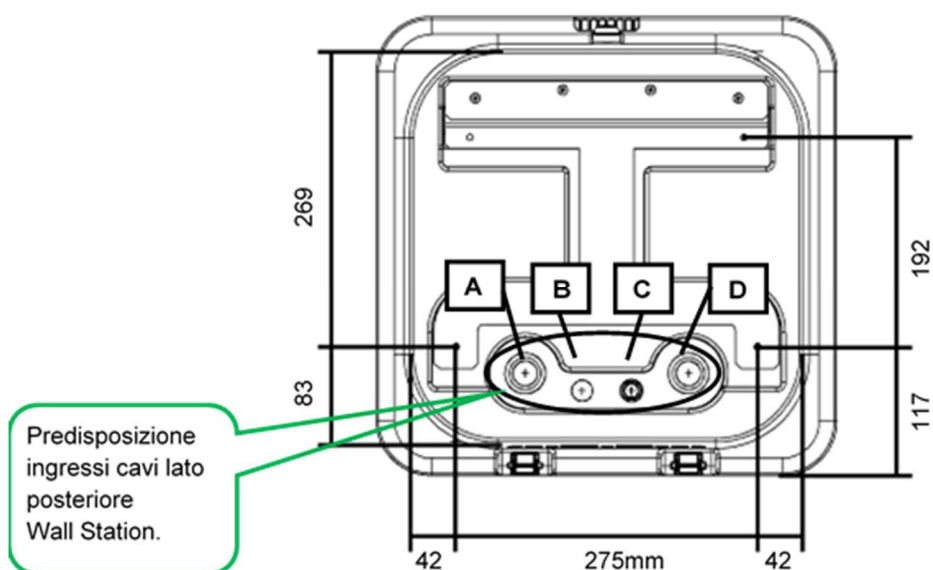
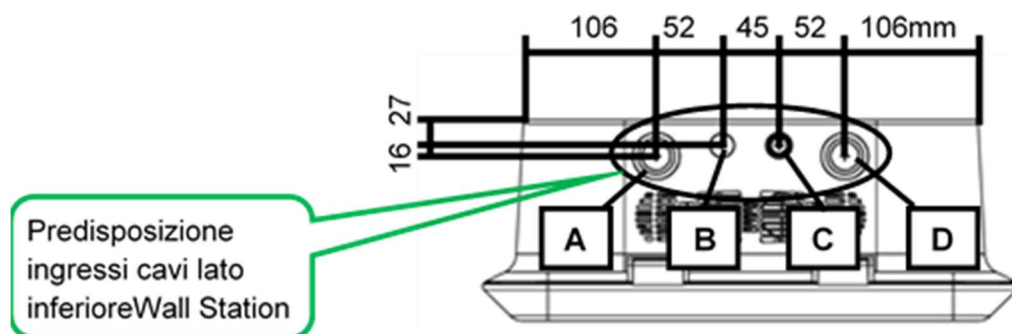

FIGURA 7-5 POSIZIONE STAFFA RISPETTO ALLA WALL STATION (VISTA POSTERIORE)
FIGURA 7-6 ACCESSO CAVI LATO INFERIORE
4. Aprire la Wall Station agendo sulla chiave (Figura 7-3) ed eseguire i fori necessari secondo quanto riportato in Tabella 7-1 nelle posizioni indicate nella Figura 7-6 o Figura 7-5 (a seconda se i cavi arrivano da una canalina sottostante la Wall Station o da dietro di essa).
6. Far passare i cavi attraverso i pressacavi (se utilizzati i passaggi cavo come in Figura 7-5)
9. Far passare i cavi attraverso i pressacavi (se utilizzati i passaggi cavo come in Figura 7-6)
Nota: A seconda dei modelli sarà possibile collegare dei contatori di energia che dovranno essere montati all'interno del quadro elettrico. Per la connessione dei contatori alla stazione di ricarica, far passare i cavi attraverso il pressacavo "C", Figura 7-5 o Figura 7-6 (usato anche per il passaggio del cavo dati) e collegarli agli appositi morsetti rif.4 e rif.5 di Fig. 8-1.